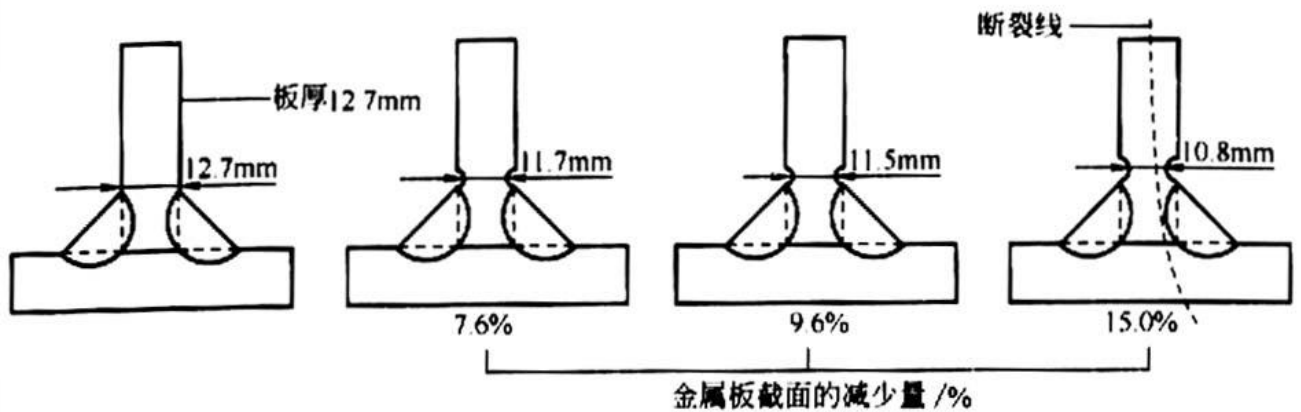

图 54 咬边对焊缝强度的影响
① 所用焊条中的金属心是优质钢，比母材的性能好。
② 在焊接过程中，熔化金属受到良好的保护作用。与电炉钢相比较，焊条药皮还具有净化剂和脱氧剂的作用，药皮中的其他合金成分能够促使形成均匀的晶体结构和良好软科学性能的焊缝。
① 图 54 表明，对于焊接接头试样来说，焊缝上尽管有严重的咬边缺陷，但在静载荷的拉伸作用下，失效的是金属板，而不量焊缝。